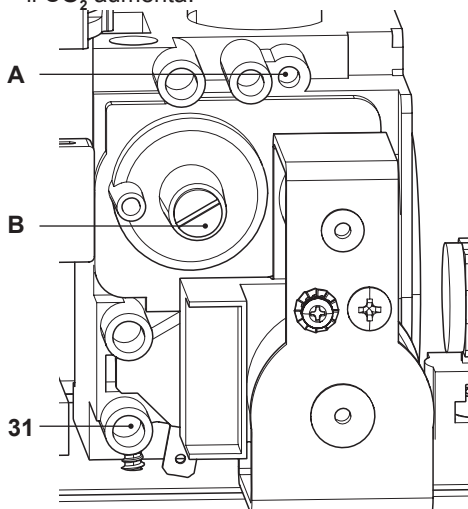

Figura 7.5
- A caldaia spenta (fuori servizio), controllare la pressione di alimentazione utilizzando la presa 31 in Figura 7.5 e confrontare il valore letto con quelli riportati nella tabella Pressioni di alimentazione gas nella sezione "Dati tecnici" pag. 24.
- Richiudere bene la presa di pressione 31 in Figura 7.5.
- Per tarare il CO_2 della caldaia (pressione del gas al bruciatore) svitare completamente il tappo in ottone di protezione B e agire sulla vite a brugola \varnothing 4 mm sottostante Figura 7.5, girando in senso orario il CO_2 aumenta.
- Se i due dati non coincidono agire sulla vite regolazione massimo RQ (A in Figura 7.5) della valvola gas e tarare il CO_2 allo stesso valore riportato nella sezione "Dati tecnici" in tabella "Dati in sanitario" pag. 24 (modello **M261.1616SV/M**) e pag. 28 (modello **M261.2025SV/M**). Girando in senso orario il CO_2 diminuisce.